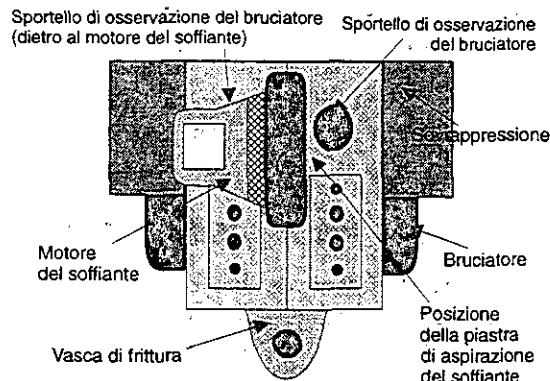

Figura 3
7. Una volta accesa la friggitrice e dopo 90 secondi di funzionamento continuo, osservare la fiamma del bruciatore attraverso la relativa porta di osservazione della friggitrice. La condizione ottimale è una fiamma di colore arancione-rosso. In caso di una fiamma blu o di chiazze scure sul bruciatore, regolare la miscela aria/gas. Per far ciò, regolare la piastra di aspirazione del soffiante (per le friggitrici per l'Unione Europea, passare al passo 8). Consultare la figura 3.